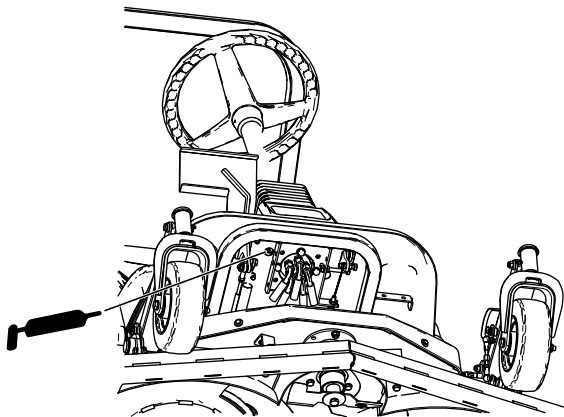

Bild 38
- Fahrpedal-Drehbüchse (Bild 38)